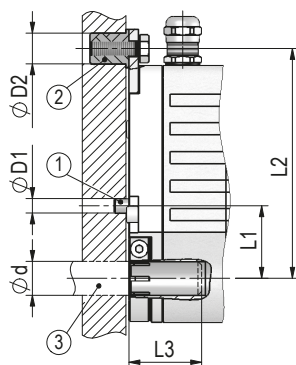
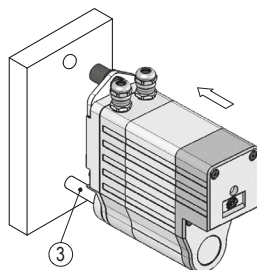
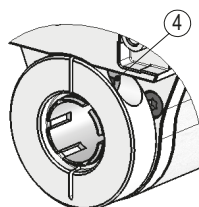
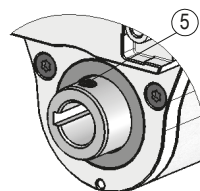

Abb. 1: Einbaumaße
Abb. 2: Montage
Abb. 3: Anzugsmoment Schrauben
Abb. 4: Welle mit Passfedernut
- ▶ Sorgen Sie für einen geringen Wellen- und Winkelversatz zwischen Welle und Aufnahmebohrung durch geeignete Fertigungsmaßnahmen (siehe **Abb. 1 + Tab. 1**).
**Vorbereitung Montage (Abb. 1, Abb. 2, Abb. 3):**
1. Bohrung ( $\varnothing D1$  oder  $\varnothing D2$ ) auf Abstand ( $L1$  oder  $L2$ ) zur Antriebswelle **③** fertigen.
2. Max. Länge ( $L3$ ) und Durchmesser ( $\varnothing d$ ) der Welle **③** beachten.
3. M6 Schraube in der Drehmomentstütze **②** und M4 Schraube im Klemmring **④** bzw. Gewindestift **⑤** lockern.
**Montage (Abb. 1, Abb. 2, Abb. 3, Abb. 4):**
1. Stellantrieb auf Welle **③** schieben bis Drehmomentstütze (**①** oder **②**) auf Anschlag ist.
2. Klemmringschraube **④** mit mind. 2.5 Nm, bzw. Gewindestift **⑤** anziehen.
3. Schraube für Drehmomentstütze **②** mit  $\leq 2$  Nm anziehen.